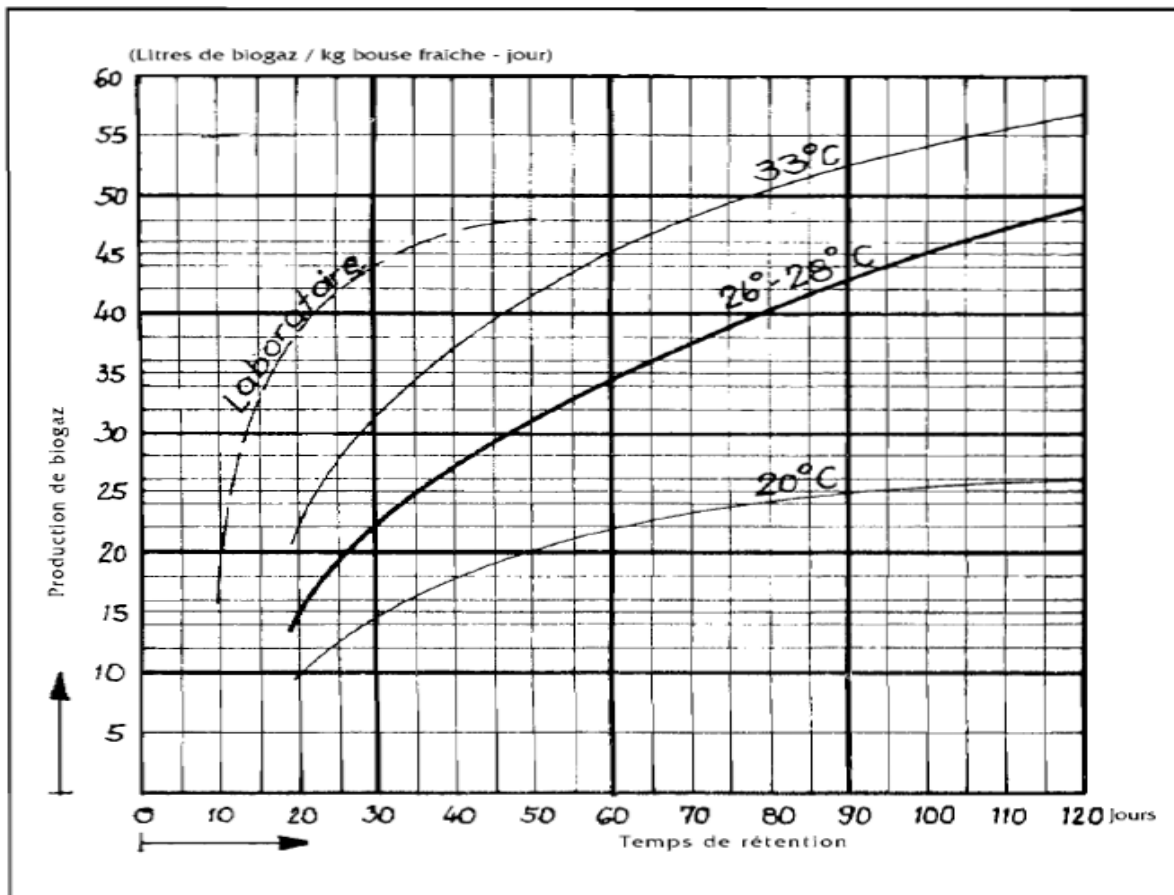

Figure 7 : Production de biogaz par kg de bouse fraîche (16%MS) et par jour en fonction du temps de rétention et de la température.
Figure 7: Débordement de l'effluent du bassin de compensation (1) dans la buse (ou le canal) (2) de la fosse de stockage (3) et vidange sur les résidus secs en fumière (4) ou écoulement dans un canal d'irrigation (5)